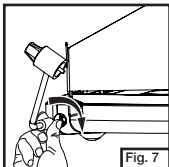

Fig. 7
- Appuyez et vissez le détendeur au réchaud, à la main. (Fig. 7)